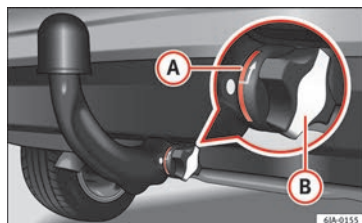

Abb. 199 Ordnungsgemäße Befestigung der Kugelkopfstange
- Die rote Markierung (A) » Abb. 199 am Handrändelrad ist auf die weiße Markierung an der Kugelkopfstange gerichtet ist.